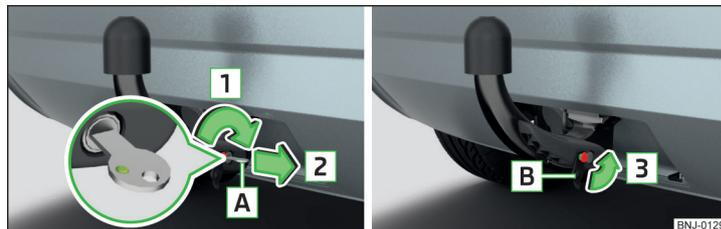

Fig. 156 Bloccare la serratura ed estrarre la chiave / applicare il coperchio sulla serratura
- Ruotare la chiave **A** in direzione della freccia **1**, in modo che il suo contrasegno verde sia rivolto verso l'alto » fig. 156.